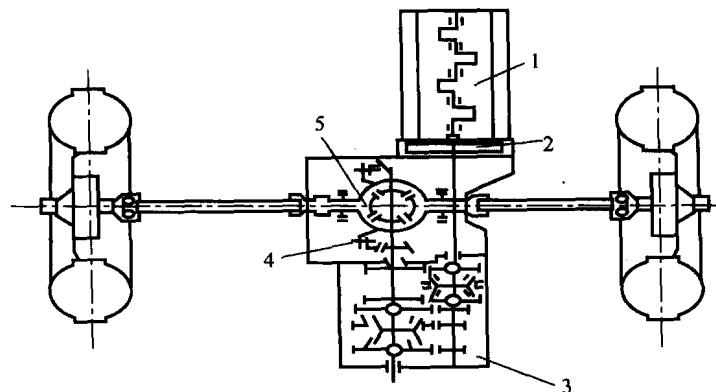

图 1-5 发动机前置前轮驱动(FF 型)
(2) 发动机前置前轮驱动(FF型)。发动机前置前轮驱动(FF型)方式如图1-5所示，它将变速器、主减速器和差速器装配成一个整体，与发动机、离合器一起布置在汽车前部，省去了安装在变速器与驱动桥之间的万向传动装置。发动机可以横置或纵置。发动机横置时，主减速器多采用较简单的圆柱齿轮副。发动机纵置时，主减速器则大多采用螺旋锥齿轮副。此种传动系布置结构紧凑，整车质心降低，可提高汽车高速行驶的操纵稳定性，但前轮载荷过重，上坡和下坡时行驶稳定性较差。目前广泛应用于微型、普通型和中级轿车上，在中高级和高级轿车上的应用也逐渐增多。